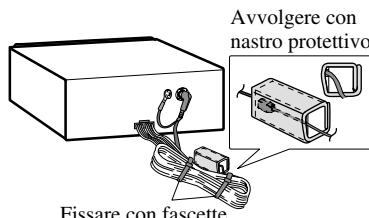

Fig. 10
• Installazione della scatola di connessione del cavo ottico con fascette. (Fig. 10)